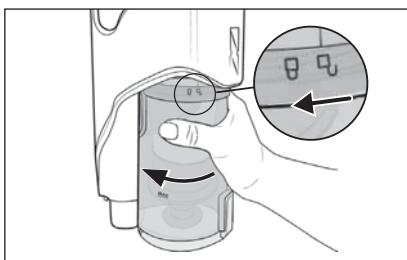

Fig. 22
- Pour extraire le bac à poussière 7 de l'appareil, tournez-le en direction du symbole □ (ouvrir) jusqu'à ce qu'il se détache de l'appareil (voir fig. 22).